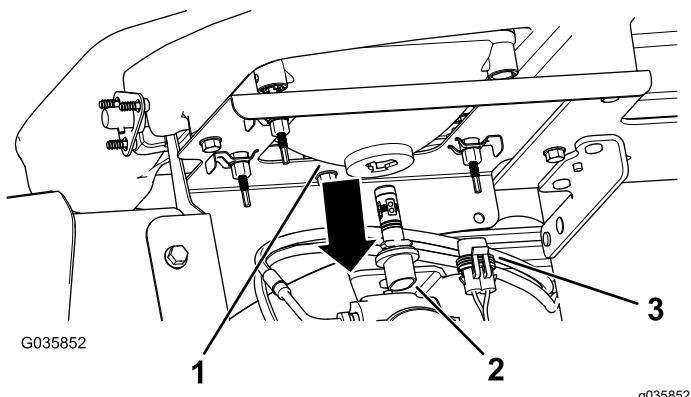

Figura 44
3. Scollegate il connettore elettrico del cablaggio dal connettore del gruppo luci sul retro del vano del faro (Figura 44).
4. Ruotate il gruppo luci di $\frac{1}{4}$ giro in senso antiorario spostandolo indietro, fuori dalla sede del vano del faro (Figura 44).
5. Inserite il nuovo gruppo luci e il vano del faro e allineate le lingue nel gruppo luci alle fessure nel vano del faro (Figura 44).
6. Fissate il gruppo luci ruotandolo di $\frac{1}{4}$ di giro in senso orario (Figura 44).
7. Collegate il connettore elettrico del cablaggio al connettore del nuovo gruppo luci (Figura 44).